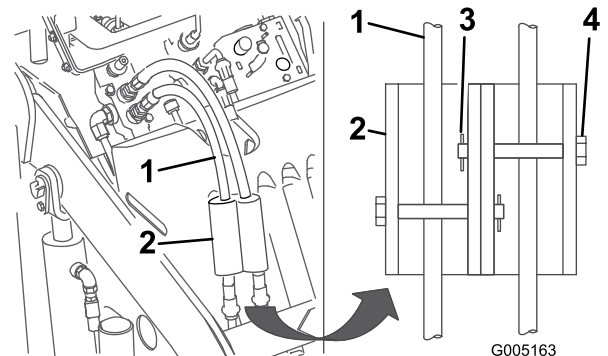

Figura 20
7. Instale los bloqueos de cilindro sobre las mangueras hidráulicas y fíjelos con los pasadores y chavetas (Figura 20).